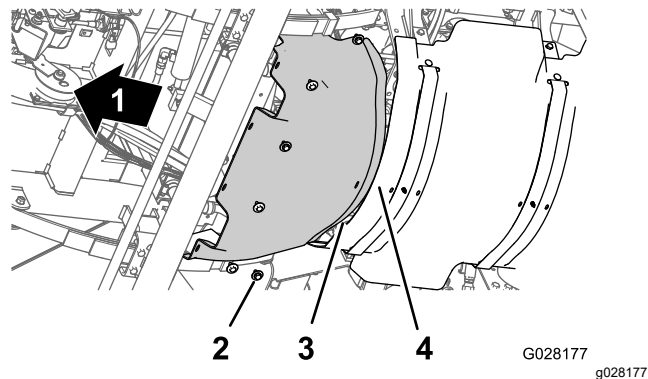

Figura 54
1. Alinee la brida trasera del protector térmico delantero sobre la brida delantera del protector térmico trasero (Figura 54).
2. Alinee los taladros del protector térmico delantero con los taladros roscados del chasis (Figura 54).
3. Monte el protector térmico delantero en la máquina con los seis pernos de cabeza hexagonal y las seis arandelas (Figura 54) que